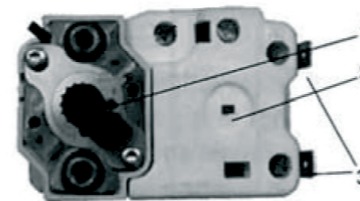

Рис. 2. Зовнішній вигляд терморегулятора
- натиснути на кнопку теплового захисту, яка розташована в корпусі терморегулятора (рис. 2